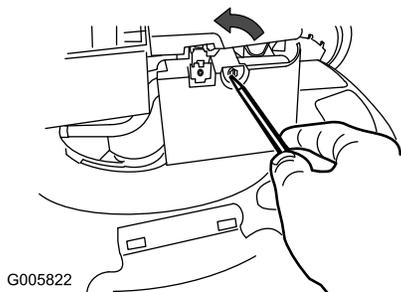

Figura 23
1. Utilice un destornillador para abrir la tapa del filtro de aire (Figura 23).